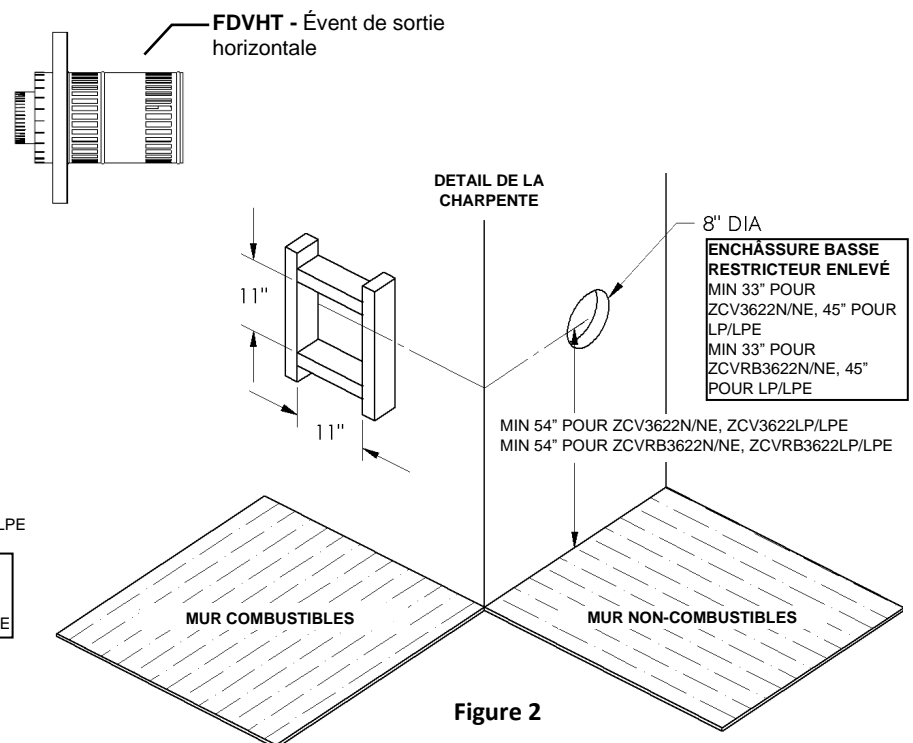

Figure 2
1. Pour déterminer la distance minimale entre le plancher du foyer et le centre de l'évent voir la page Comment encastrer votre foyer. Percez le mur en prévoyant un espace pour un manchon de 11po x 11po (diamètre intérieur) pour les murs combustibles et un manchon de 8po de diamètre pour les murs non combustibles. (voir figure 2)
La longueur maximale est de 20p /6.1m lorsque la longueur verticale est de 7pi/2.1m (figure 2) N.B. : Pour chaque 12po de conduit horizontal il doit y avoir 1/4po de conduit vertical.